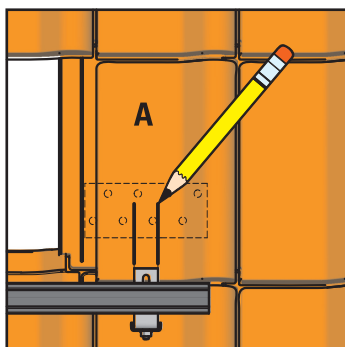

Bild 3-12 Markieren der Position des Aufdachhakens
14. Durchtrittsstellen der Dachhaken an den Dachziegeln markieren (Bild 3-12).